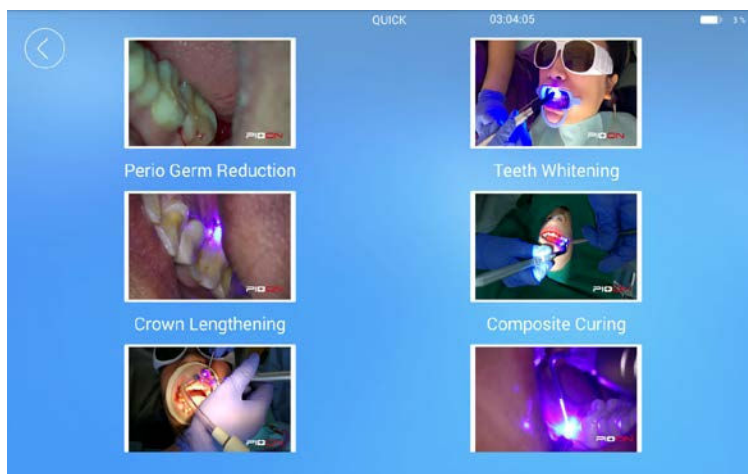

Рис.6. Интерфейс списка видео
- 6) Войдите в интерфейс списка видео (Рис. 6) из основного интерфейса (Рис. 2), нажмите на значки видео в интерфейсе списка видео, затем войдите в интерфейс воспроизведения видео, нажмите кнопку воспроизведения, чтобы запустить видео. Проведите пальцем вверх и вниз по левой половине экрана, чтобы настроить яркость экрана; проведите пальцем вверх и вниз по правой половине экрана, чтобы настроить мощность звука, воспроизводимого на видеоэкране, и проведите пальцем влево и вправо в полноэкранном режиме, чтобы быстро настроить ход воспроизведения.